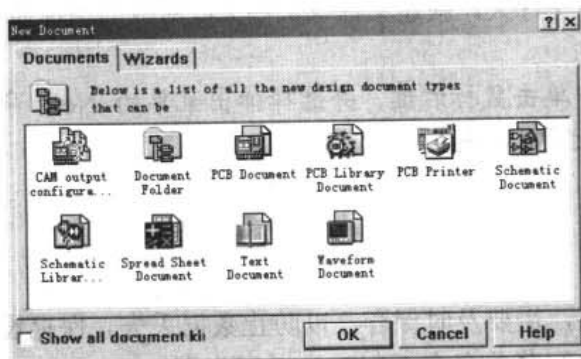

图 1-7 New Document (新建文件) 对话框
- (2) 执行 File|New 命令，弹出如图 1-7 所示的 New Document (新建文件) 对话框。这个命令将新建一个空白文件，文件类型可以是电路原理图 sch 文件、印刷电路板 PCB 文件、原理图元件库编辑文件、印刷电路元件库编辑文件等，只需双击此对话框里的文件类型图标即可建立一个新文件。